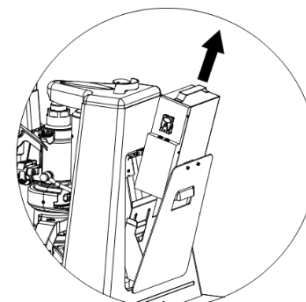

Fig. 18
4. Scoateți bateria. (Fig. 18)